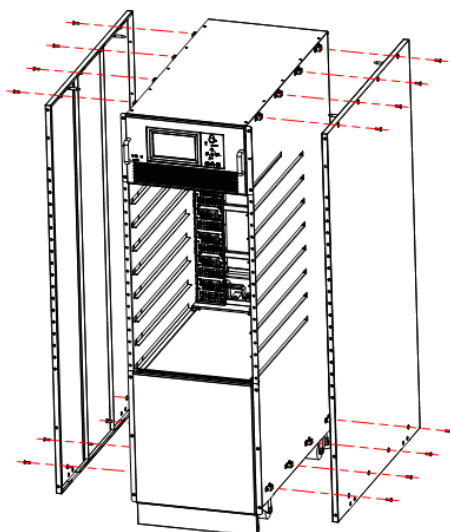

Рисунок 3-7 Снятие боковых дверец
2. Снимите боковые дверцы, как показано на рис. 3-7.